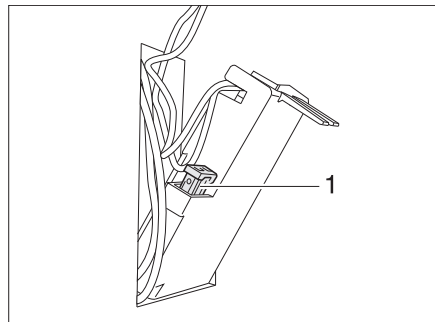

Bild 204 Sicherung der Thetford-Toilette
- Die Sicherung (Bild 204,1) wechseln.